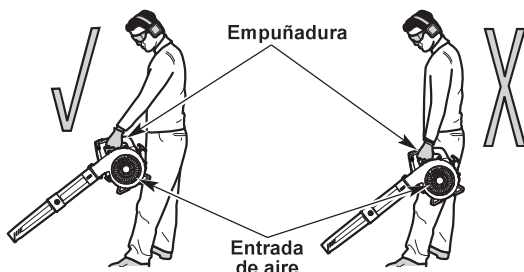

Fig.12
Póngase en pie en posición de trabajo (Fig. 12).
Para evitar lesiones personales graves o daños en la herramienta, NO la sostenga a su lado (Fig. 12) ya que el motor puede estar extremadamente caliente. NO bloquee la entrada de aire.
- (Fig. 12)